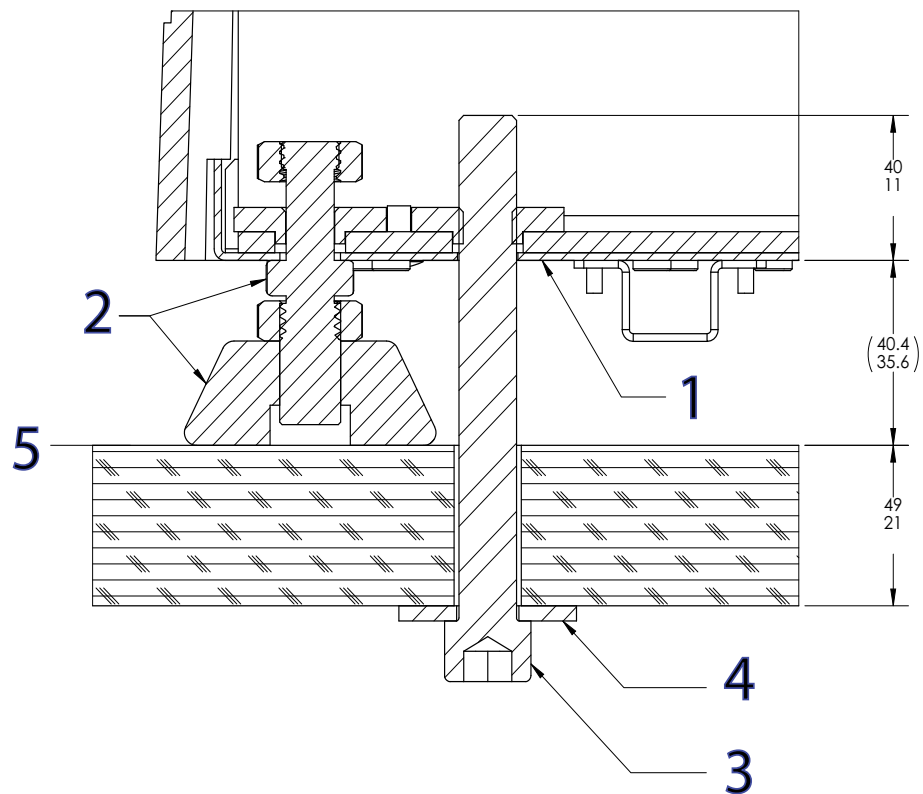

Figura 15. Fijación del bastidor a la mesa
Leyenda de la Figura 15
3. Instale todos los pernos y las arandelas sobredimensionadas como se muestra en la Figura 15 en la página 68.